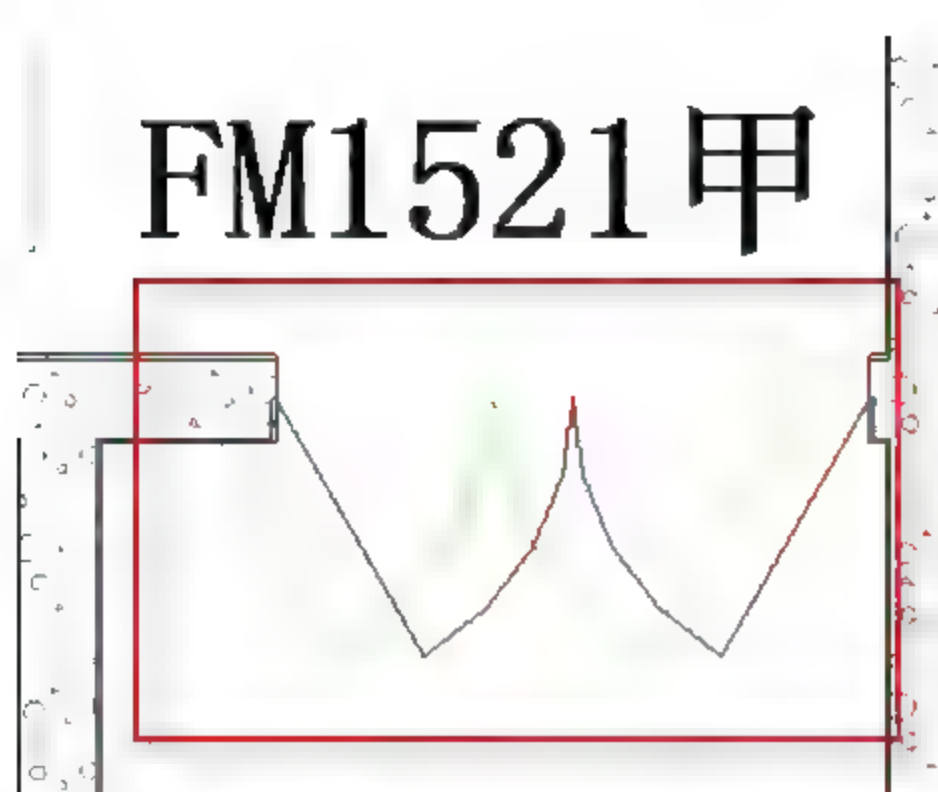

图 9.3.34 插入“FM1521 甲”族
(26) 插入“FM1521 甲”族。选择“建筑”→“门”命令(或者直接按快捷键 D+R), 在相应的位置插入族, 如图 9.3.34 所示。